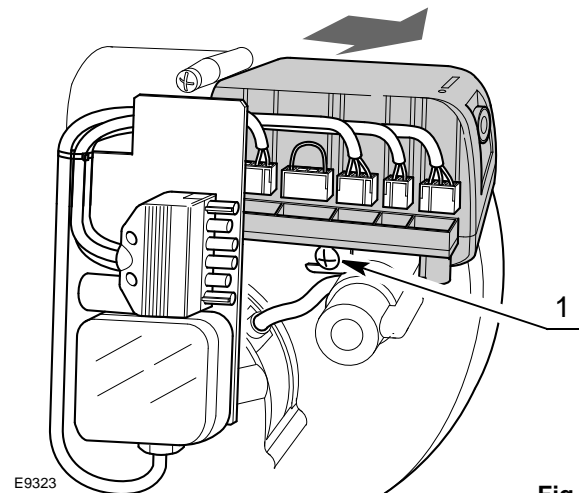

Fig. 16
- débrancher tous les connecteurs qui y sont reliés, la fiche à 6 pôles, les câbles de haute tension et le fil de terre (TB);
- dévisser la vis 1)(Fig. 16) et tirer l'appareil dans le sens de la flèche.
- visser la vis 1)(Fig. 16) avec un couple de serrage de $1 \div 1,2$ Nm;